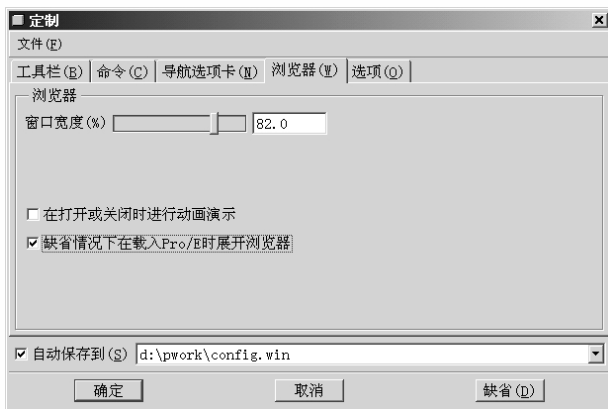

图 1.2.14 【浏览器】标签卡
(4)【浏览器】定制：在【定制】对话框中单击【浏览器】标签卡，展开的设置项如图 1.2.14 所示。为了加快 Pro/ENGINEER Wildfire 3.0 的启动速度，可将【缺省情况下在载入 Pro/E 时展开浏览器】项前面的复选状态去除。